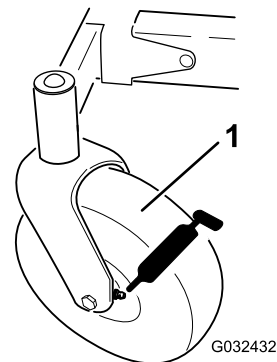

Figura 31
3. Limpie los engrasadores (Figura 31) con un trapo.
4. Conecte una pistola de engrasado a cada engrasador (Figura 31).